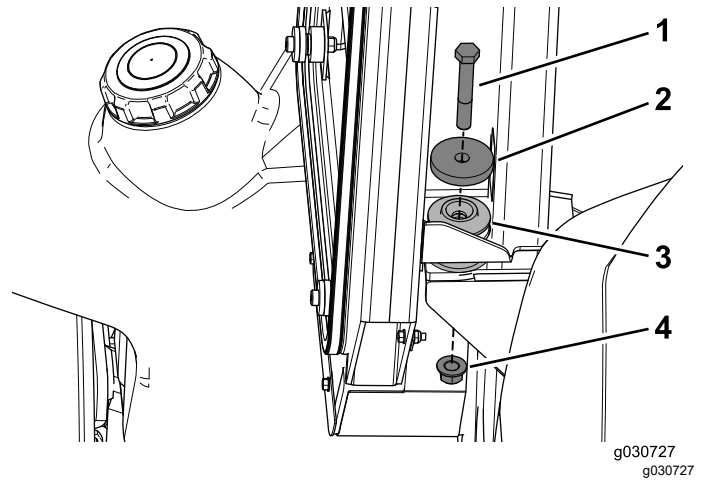

Bild 28
3. Befestigen Sie die Kabine mit einer Schraube (1/2" x 3-1/4"), einer Scheibe (2-1/4") und einer Sicherungsmutter (1/2") an den hinteren Befestigungen der Maschine (Bild 28).